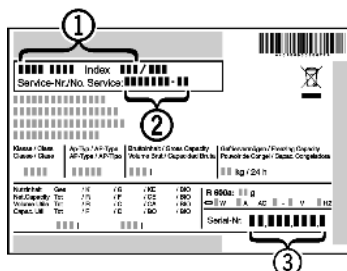

Fig. 6
- ▶ Označení přístroje *Fig. 6 (1)*, servisní číslo *Fig. 6 (2)* a sériové číslo *Fig. 6 (3)* naleznete na typovém štítku. Identifikační typový štítek je umístěn na levé vnitřní stěně přístroje.
- ▶ Informujte zákaznický servis a sdělte poruchu, označení přístroje *Fig. 6 (1)*, servisní číslo *Fig. 6 (2)* a sériové číslo *Fig. 6 (3)*.